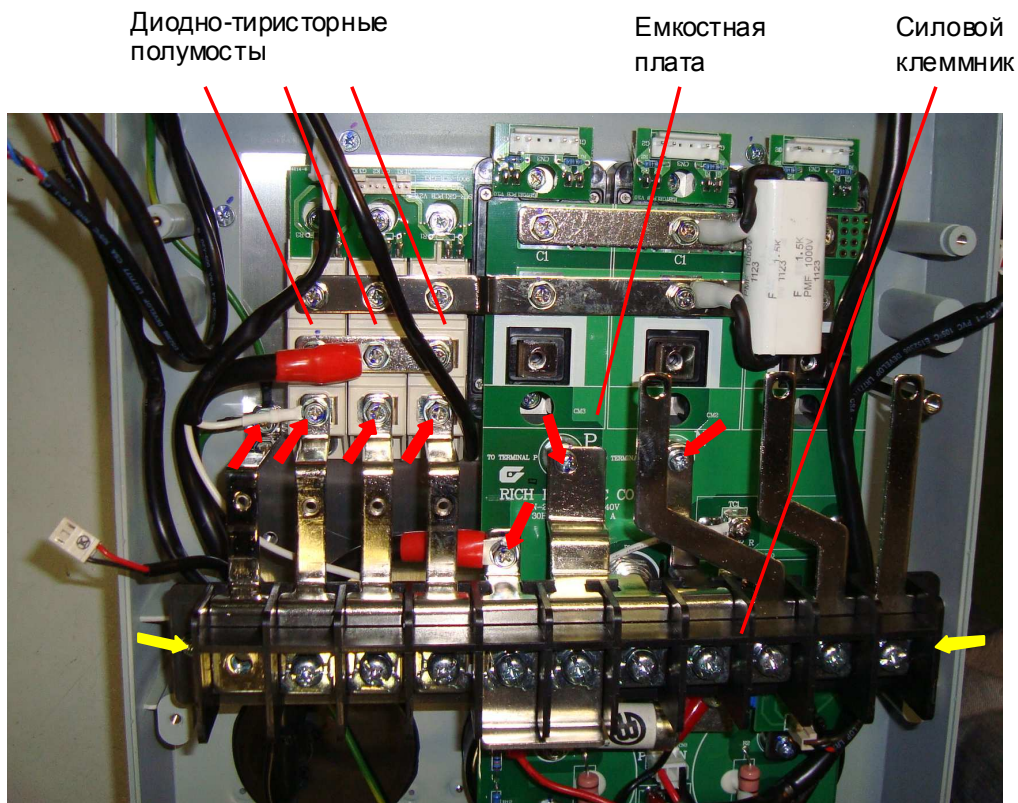

Рис. 6.13
6.10.1. Выкрутить 7 винтов крепления шин силового клеммника к диодно-тиристорным полумостам и емкостной плате (рис. 6.13, красные стрелки). Положить винты в тару.
6.10.2. Выкрутить 2 винта крепления силового клеммника (рис. 6.13, желтые стрелки) и положить его в тару.